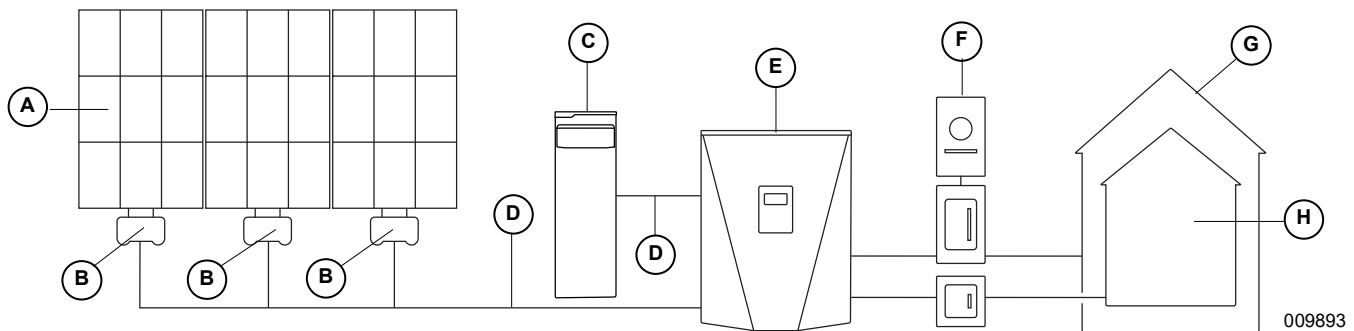

Figura 2-3. Ejemplo del sistema PWRcell de Generac
Los inversores PWRcell usan la nanored REbus™ de 380 V CC para conectarse al inversor PWRcell con acoplamiento de CC. La nanored REbus automatiza el flujo de la energía para permitir la instalación lista para usar y la operación de los equipos PWRcell. Para obtener más información acerca de REbus, visite www.generac.com. En la **Figura 2-3**, un inversor PWRcell (E) está directamente conectado a los optimizadores PV Link (B) y a la batería PWRcell (C) en las líneas de CC (REbus) (D). A la derecha del inversor se encuentran las líneas de CA: 120/240 V CA o 208 V CA para las cargas de red y domésticas (G) y cargas protegidas (H).